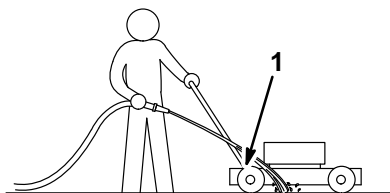

Figure 24
3. Tenir le tuyau d'arrosage à la hauteur du mancheron et diriger le jet vers le sol, juste devant la roue arrière droite (Fig. 24).